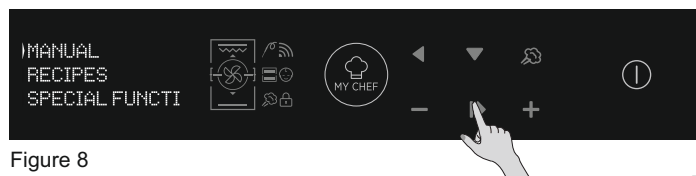

Figure 8
- Appuyez sur la touche OK lorsque la flèche de l'afficheur est sur MANUEL pour régler la cuisson en 3 étapes simples. (Figure 8)